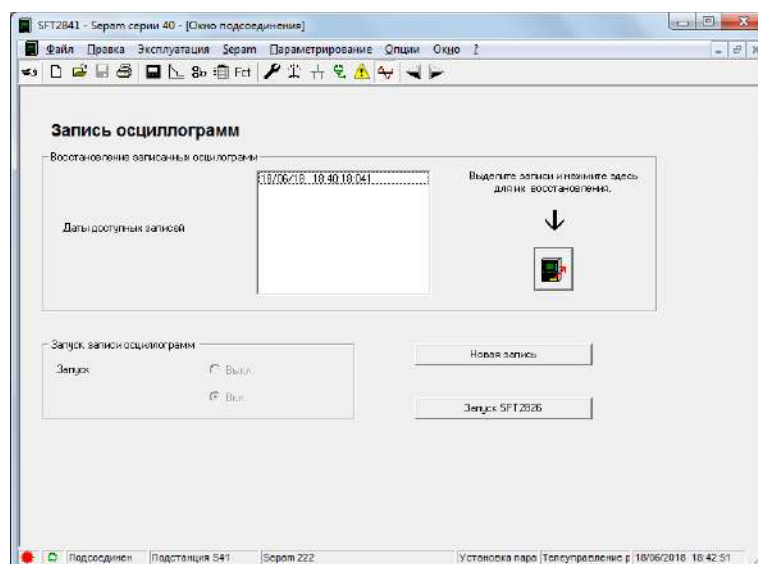

Рисунок 2.18 – Окно «Запись осциллограмм»
16. В окне программы SFT2841 перейти на вкладку «Запись осциллограмм» (рис. 2.18), выбрать из списка осциллограммы возникновения больших токов и нажатием кнопки по стрелке выгрузить осциллограммы в папку с отчетом по работе.